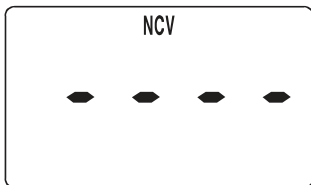

Abb. 4
2. Bringen Sie die Messzange oben, wo sich der NCV-Sensor befindet (siehe Abbildung 1), in die Nähe des zu prüfenden Objekts. Wenn das Messgerät ein durch Wechselspannung erzeugtes elektrisches Feld erkennt, zeigt das Messgerät die Intensität des erkannten elektrischen Feldes an. Die Intensität des erkannten elektrischen Feldes wird durch die Anzahl der horizontalen Balkensegmente auf dem Display (siehe Abbildung 4), die Piepsgeschwindigkeit des eingebauten Summers und die Blinkgeschwindigkeit der Anzeige „NCV“ angezeigt. Je höher die Intensität des erkannten elektrischen Feldes ist, desto größer ist die Anzahl der angezeigten horizontalen Balkensegmente und desto schneller ertönt der Summer und desto schneller blinkt die „NCV“-Anzeige.